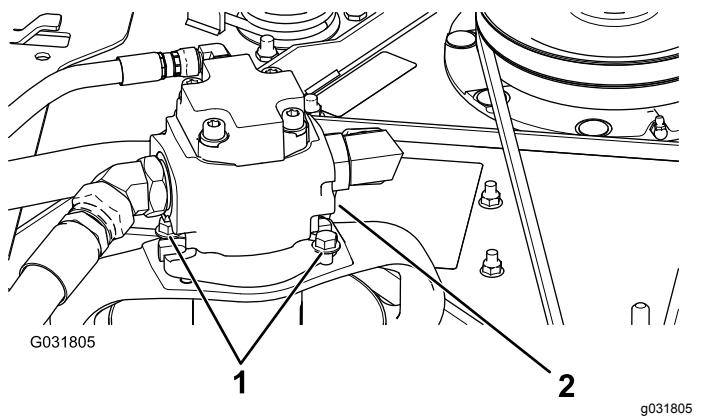

Bild 115
- Entfernen Sie die Schrauben, mit denen der Hydraulikmotor am Mähwerk befestigt ist (Bild 115).